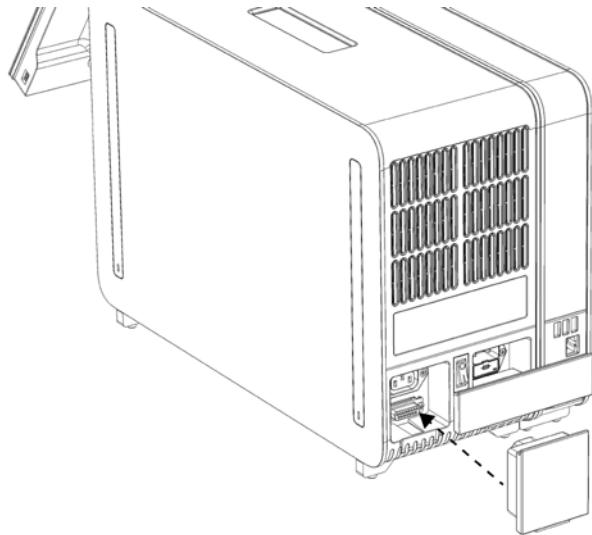

Figura 9. Căsătarea punții de conexiuni.
6. Conectați puntea de conexiuni din partea din spate a modulului analitic (Figura 9).